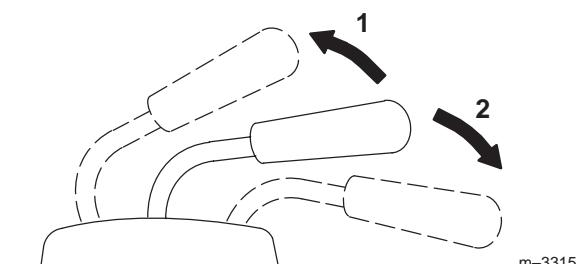

Figure 21
- Tirez le levier vers le haut pour relever l'accessoire (Fig. 21).
2. Poussez le levier de relevage vers le bas pour abaisser l'accessoire (Fig. 21).